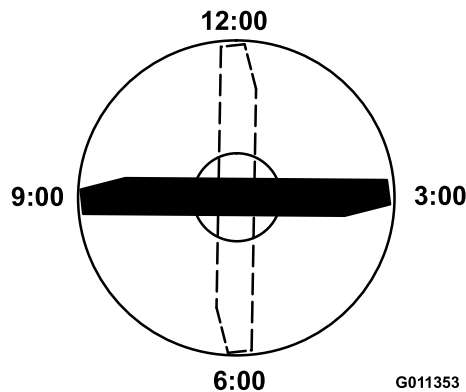

Figura 57
4. Orientate il tagliente dell'estremità marcata della lama sulle ore 12 (esattamente in avanti, nel senso di falciatura) (Figura 57) e misurate l'altezza tra il banco e il tagliente della lama.
5. Ruotate l'estremità marcata della lama sulle ore 3 e sulle ore 9 (Figura 57) e misurate le rispettive altezze.